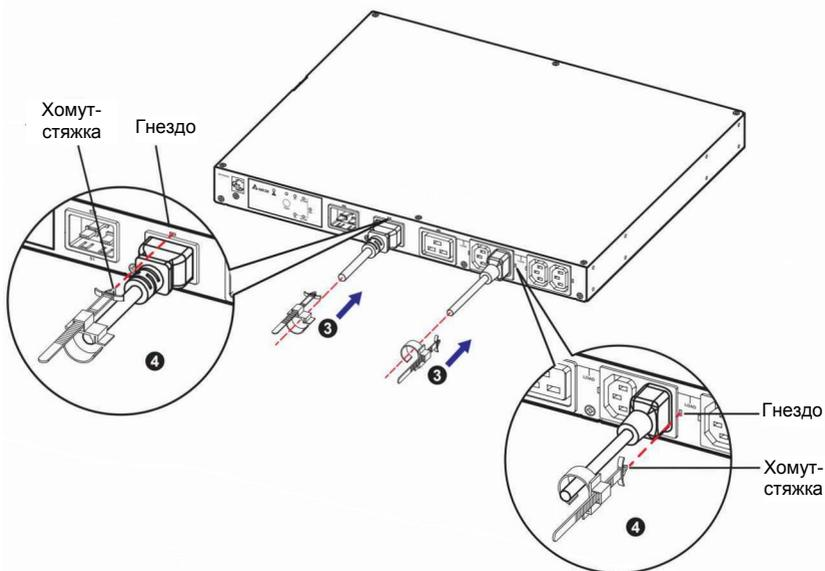

Рисунок 5-3.
- B. Надежно вставьте кабели (3) в хомуты, а также хомуты-стяжки (4). См. **Рисунок 5-3**.